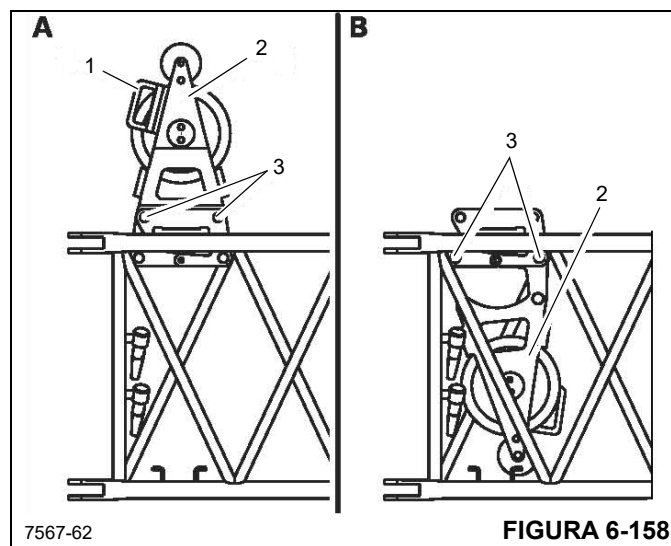

FIGURA 6-158
1. Retire las pinzas de retención de los pasadores (3), (Figura 6-158).
2. Sujete la polea deflectora por la manija (1), (Figura 6-158), y quite los pasadores (3), (Figura 6-158).
3. Pliegue la polea deflectora (2), (Figura 6-158), hacia abajo y sujétela en esta posición con los pasadores (3), (Figura 6-158).
4. Fije los pasadores (3), (Figura 6-158), utilizando pinzas de retención.